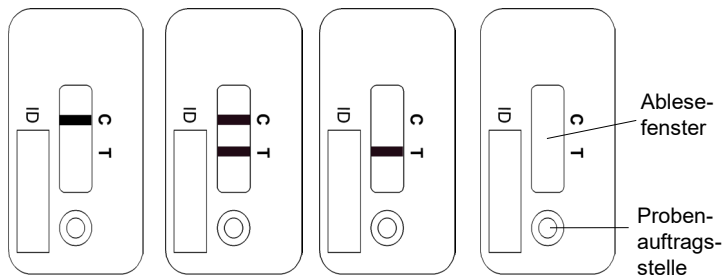

Abbildung 1A Abbildung 1B Abbildung 1C Abbildung 1D
- Damit das Testresultat als gültig bewertet wird, muss die Kontrollbande (C) klar ersichtlich sein (siehe Abbildung 1A und Abbildung 1B). Diese wird nur als Funktionskontrolle verwendet und kann nicht zur Interpretation der Testbande (T) benutzt werden. Falls die Testbande (T) nach 15 Minuten Inkubation nicht ersichtlich ist (Abbildung 1A), bedeutet dies, dass Anti-Adalimumab nicht nachweisbar ist. Falls die Testbande (T) nach 15 Minuten Inkubation ersichtlich ist (Abbildung 1B), wird die Anti-Adalimumab Konzentration in der Serumprobe durch den Quantum Blue® Reader berechnet.